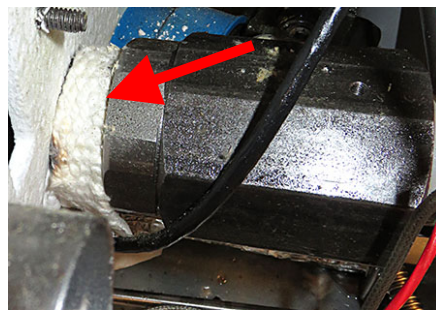

図 52
60. 下部のローブ断熱材が排水溝の上に配置されていることを確認します (図 52 を参照)。ローブの断熱材が損傷している場合は、ローブの断熱材を交換します。